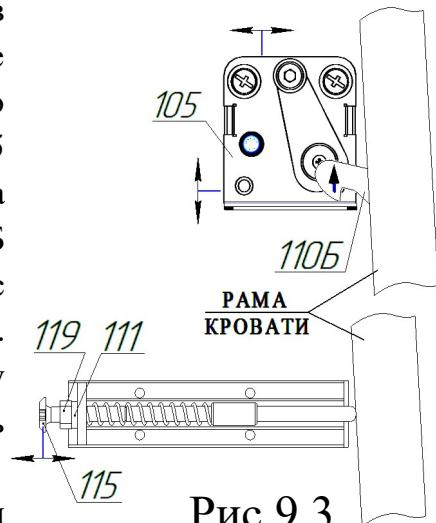

Рис.9.3
18. Отрегулировать толкатель поз.56, установленный в **пункте 5**. Для этого опустить раму кровати в приоткрытое положение. Надавить на раму в области установленного механизма фиксации поз.105. Вворачиванием винта M8x35 поз.115 установить начало примагничивания маятника механизма фиксации поз.105 к собачке поз.110Б (см.рис.9.3). Собачка при этом должна выйти из зацепления с механизмом. Вывернуть винт M8x35 поз.115 на один оборот. Придерживая от вращения винт поз.115, затянуть гайку поз.119 до упора так, чтобы шайба поз.111 оказалась прижата к корпусу толкателя поз.103.